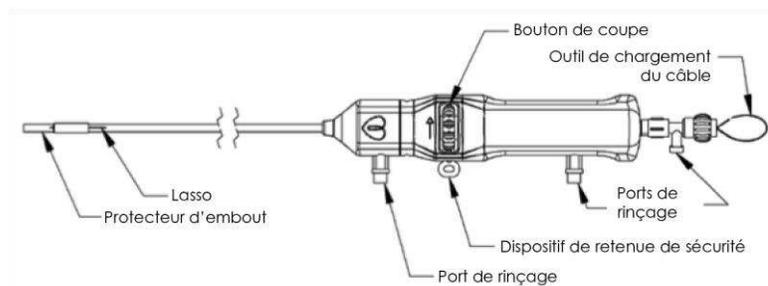

Figure 7. Cathéter de coupe
- **Cathéter de coupe** – Cathéter qui s'achemine sur le câble au sein du cathéter-guide jusqu'au dispositif de verrouillage et permet de sectionner l'excédent du câble proximal au dispositif de verrouillage. Voir la **Figure 7**.